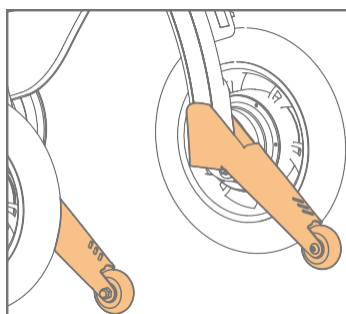
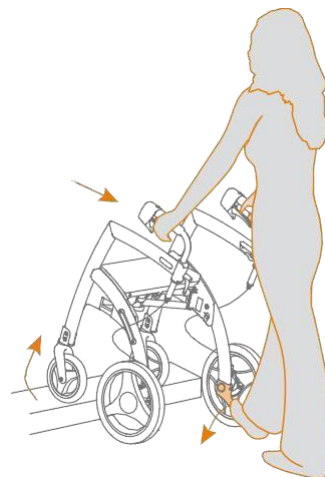

Figura 63: Utilice los dispositivos antivuelcos.
Figura 64: Subir al bordillo o a la acera o pasar por encima de un umbral.
- Presione hacia abajo el dispositivo antivuelco izquierdo o derecho (**Figura 63**) con el pie correspondiente, mientras inclina el Rollz Motion Electric hacia usted con las manos. De este modo, las ruedas delanteras se separan del suelo. Ahora empuje el Rollz Motion Electric hacia adelante hasta que las ruedas delanteras estén claramente sobre el bordillo o hayan superado el umbral (**Figura 64**).